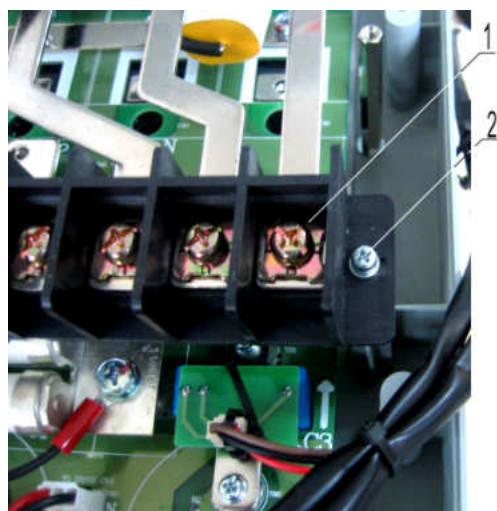

Рис. 6.12.
6.9.7. Выкрутить два винта 2 крепления клеммной колодки 1 к стойкам корпуса (рис. 6.12). Положить винты и клеммную колодку в сборе с шинами в тару.